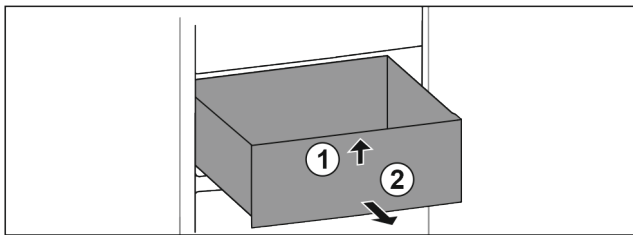

Fig. 17
- ▶ Aan voorzijde optillen Fig. 17 (1).
- ▶ Er naar voren toe uitnemen Fig. 17 (2).